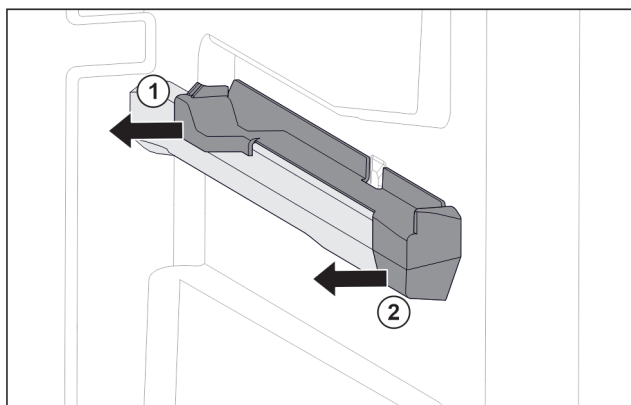

Fig. 127 Natični dio na desnom žlijebu spremnika
- Skinite natični dio straga u stranu. Fig. 127 (1)
- Skinite natični dio sprijeda u stranu. Fig. 127 (2)